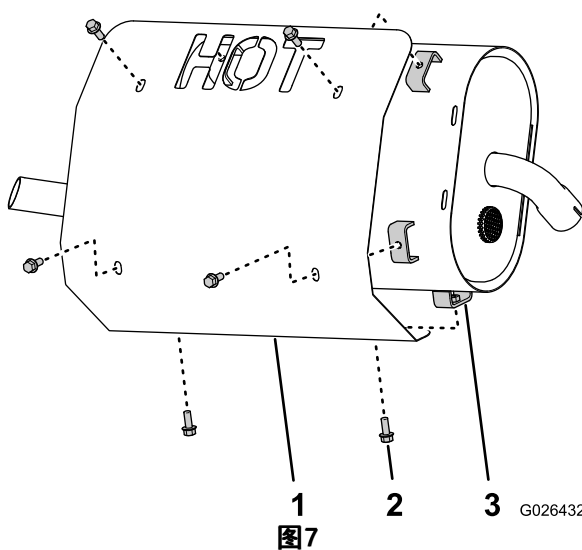

图7
2. 使用 6 个凸缘头螺栓 (1/4 x 5/8 英寸) 将隔热罩装到消声器上 (图7)。
1. 将隔热罩上的孔与消声器罩支架上的焊接螺母对齐 (图7)。